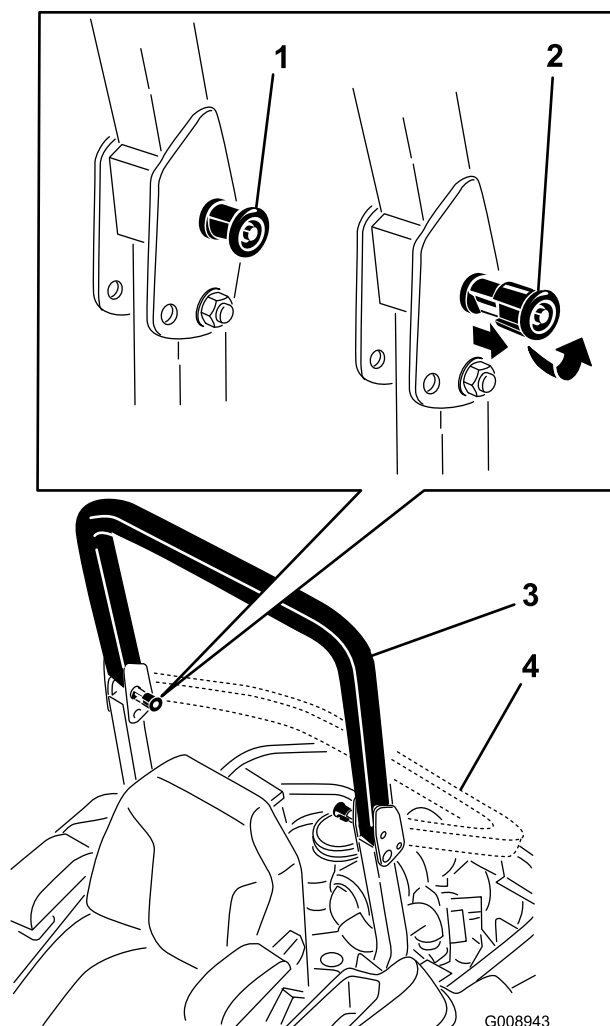

Figura 8
2. Tire de ambos pomos hacia fuera y gírelos 90° para desengranarlos (Figura 8).
- Coloque la barra antivuelco en la posición de bajada (Figura 8).
- Para elevar la barra anti-vuelco, suba la barra a la posición de uso, y gire los pomos para que se introduzcan parcialmente en las ranuras (Figura 8).
- Eleve la barra a la posición vertical, presionando sobre la parte superior de la misma; las clavijas encajarán en cuanto se alineen con los orificios (Figura 8). Presione sobre la barra para asegurarse de que las clavijas han quedado encajadas.